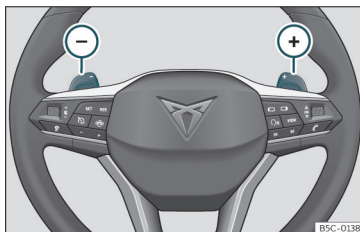

Fig. 157 Volante: palancas para cambio automático.
- Pulse la leva de cambio (+) para insertar una marcha superior >>> **fig. 157**.